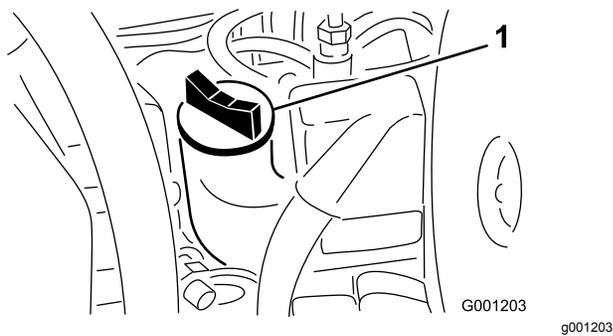

Figura 46
4. Si el nivel del aceite está en o por debajo de la marca AÑADIR de la varilla, retire el tapón de llenado de aceite (Figura 46) y añada aceite hasta que el nivel llegue a la marca LLENO en la varilla.